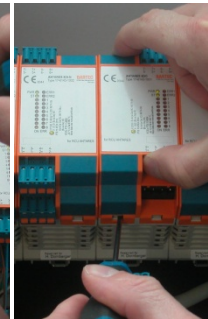

Abbildung 4
- (2) Verriegelungen zwischen Gehäuse-Ober- und Unterteil lösen (Abb. 4).